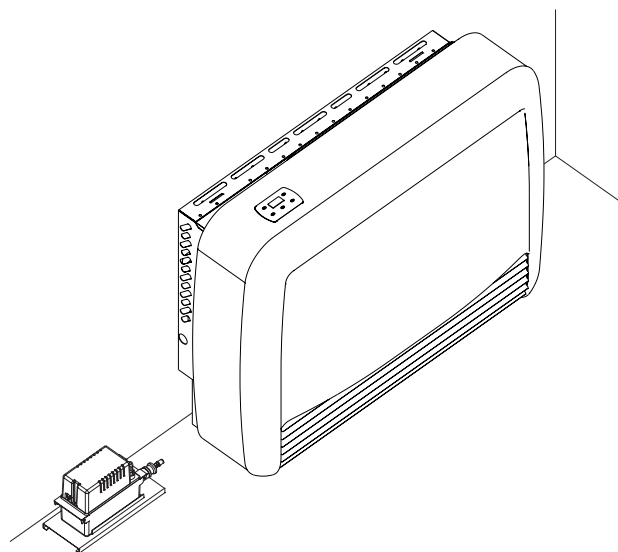

Figure 1
1. Placer le socle du boîtier de pompe à condensat et la pompe à condensat sur le plancher près de l'appareil de chauffage mural, à portée du tuyau de drainage (4 pi) de l'appareil. S'assurer que la pompe est située sous la trappe à condensat à l'intérieur de l'appareil et qu'elle repose de niveau afin d'assurer le bon fonctionnement des flotteurs des interrupteurs marche-arrêt et de sécurité à l'intérieur de la pompe. **Voir Figure 1.**